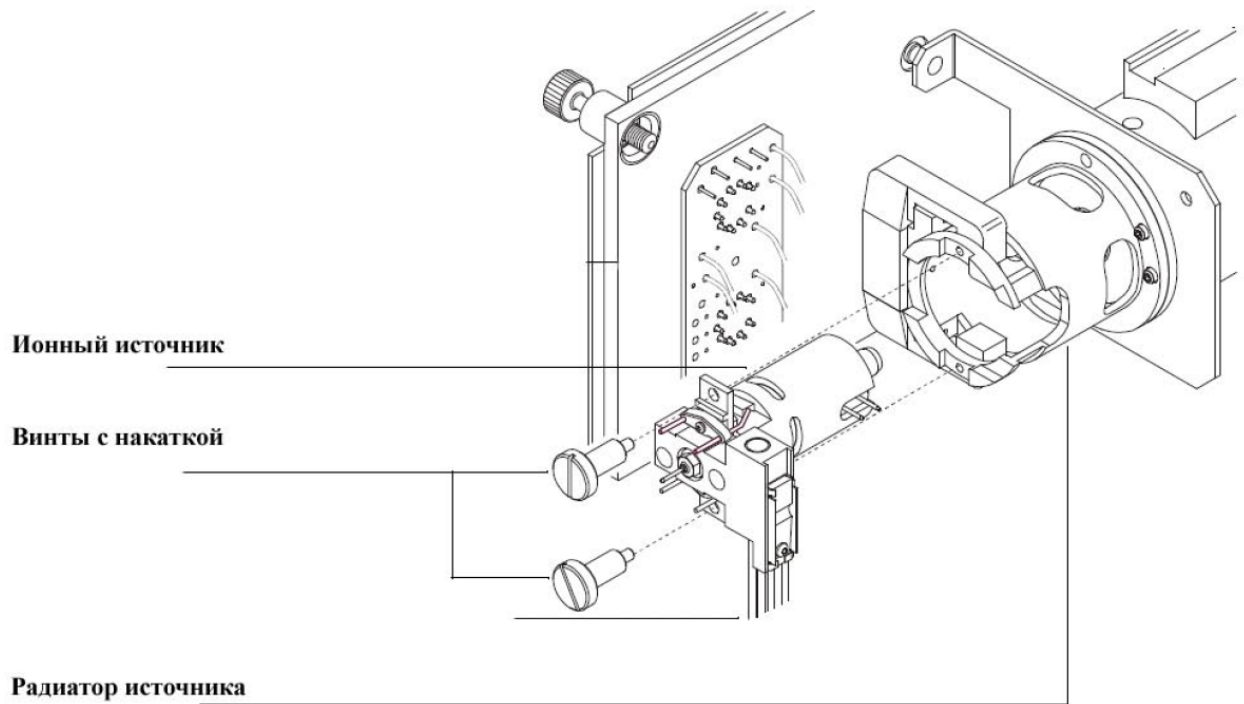

Рисунок 33 Установка ионного источника
- 1 Установите ионный источник в радиатор источника (Рисунок 33).